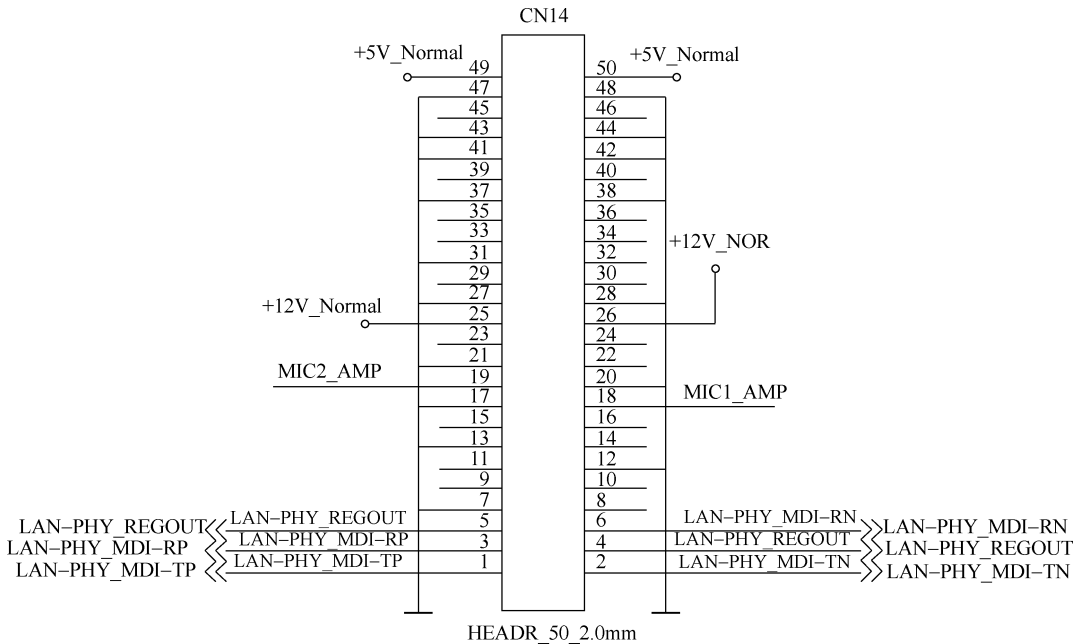

图 6-58 CN14 插座相关电路
【附注】1) 该机在故障出现时检测 CN14 ②⑤脚、②⑥脚的 12V 和④⑨脚、⑤⑩脚的 5V 供电电压均正常，MIC 和主板的接地端 IN7、IN17、IN20、IN27、IN28、IN37、IN38、IN41、IN42、IN47 和 IN48 阻值偏大。2) CN14 插座相关电路如图 6-58 所示。